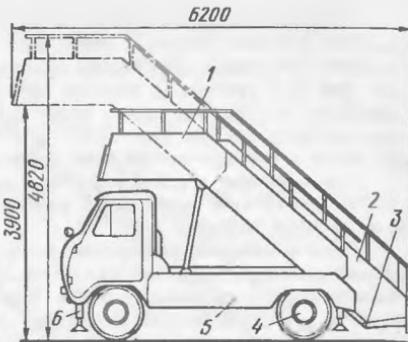

Рис. 95. Трап СПТ-21:
**Конструкция.** СПТ-21 (рис. 95) смонтирован на доработанном шасси автомобиля УАЗ-452Д. Рама автомобиля усиlena двумя дополнительными рамами. Для улучшения маневренности трапа и уменьшения его длины задние рессоры шасси заменены на более короткие, доработана раздаточная коробка для подключения шестеренного насоса и изъята передача на передний мост.